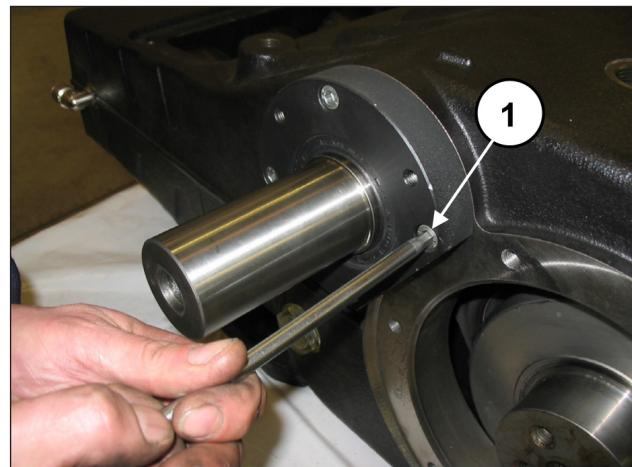
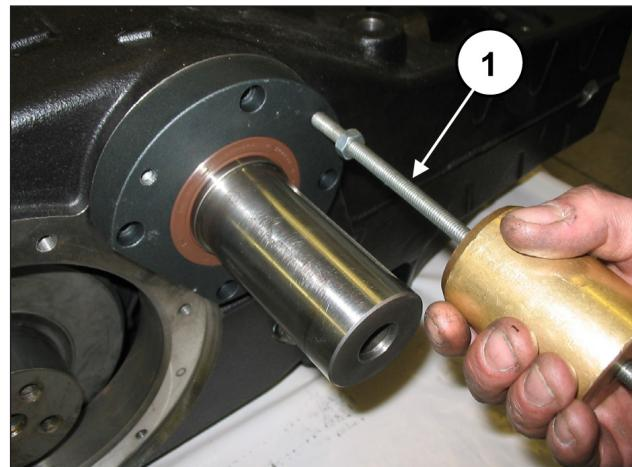

Рис. 26
Рис. 27
Отвинтите винты крепления крышек левого и правого подшипников ВОМ (поз. ①, Рис. 26) и снимите обе крышки с вала ВОМ. Для удобства демонтажа используйте 3 штифта или винта M8 (поз. ①, Рис. 27), выступающих в роли съемников.